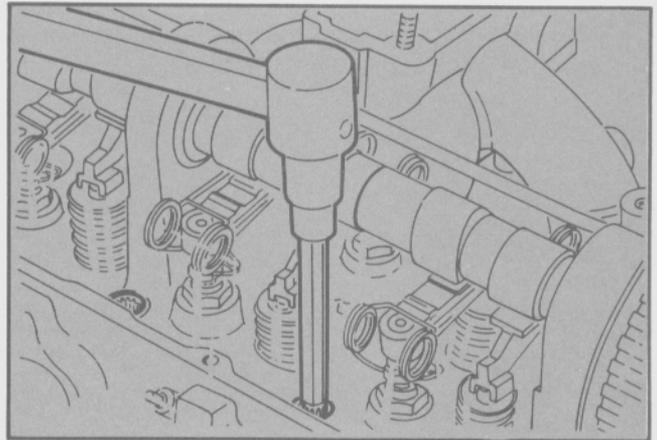

Fig. 22 - Extracción de los tornillos de fijación de la tapa de cilindros
- Quitar los tornillos de fijación de la tapa de cilindros utilizando la herramienta T84G-6065-BAS (Fig. 22).